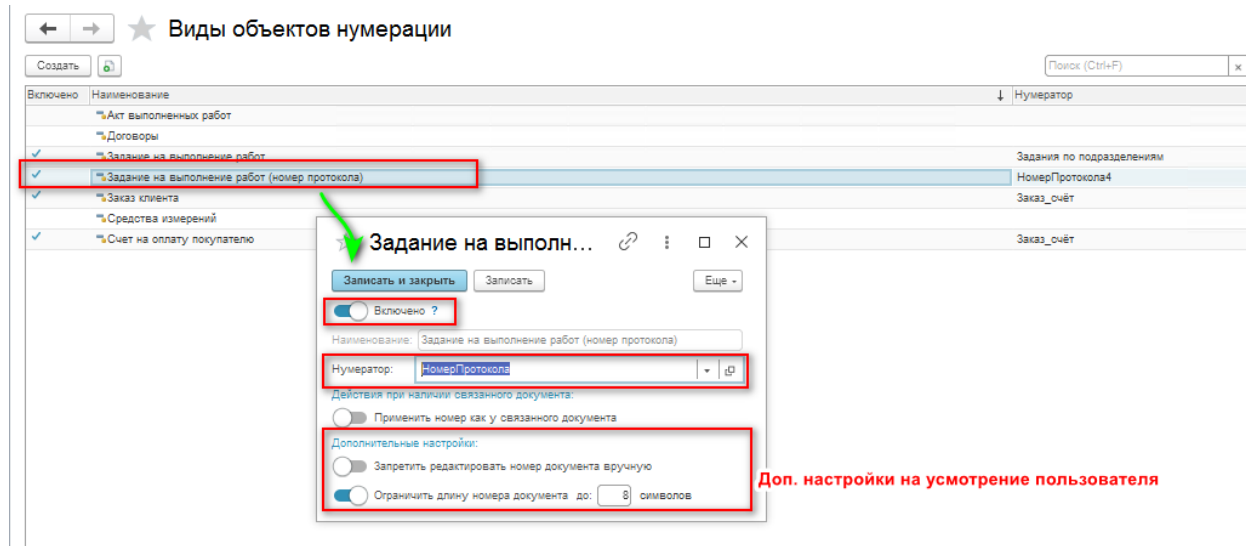

Рис.5
3) Задать параметры для вида объекта нумерации (рис.5):